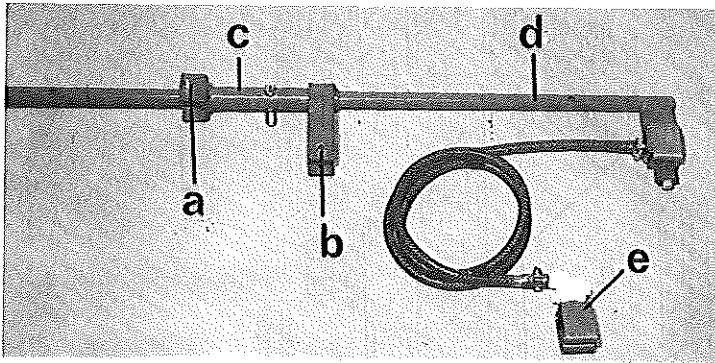
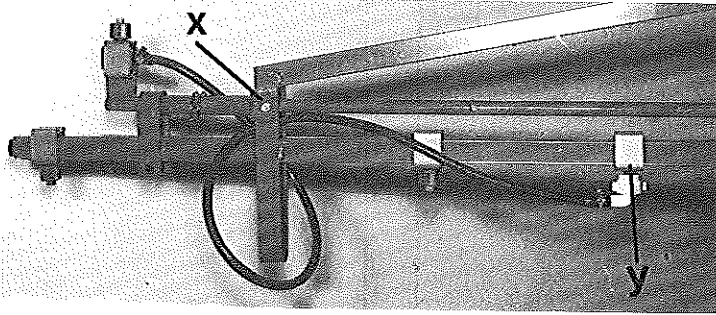

Abb. 1 Lieferform für eine Seite 7244
Abb. 3 Transportstellung 7244
Abb. 1 und 2 zeigen jeweils 1 Verbreiterung für 1 Seite. Die Bausätze 7244 und 7256 bestehen aus jeweils 2 Verbreiterungen (1 x für links, 1 x für rechts).
**Montage 7244 Abb. 3 und 4**
1. Für Halteschrauben a Abb. 1 zwei Löcher 6,5 Ø mm im Bügel an Punkt x Abb. 3 bohren.
2. Schrauben a und b Abb. 1 entfernen und Halteteil c wie auf Abb. 3 ersichtlich montieren. Mit Klemmschraube und Bügel b wird das Halteteil c waagrecht gestellt.
3. In Brüherohr an Punkt y Abb. 3 ein Loch mit 7,5 Ø mm bohren für Bausatz 7244 mit Rückschlagventildüse.
4. Schieberohr d mit Düse und Klammer e nach Abb. 3 montieren. Abb. 3 zeigt Transportstellung.